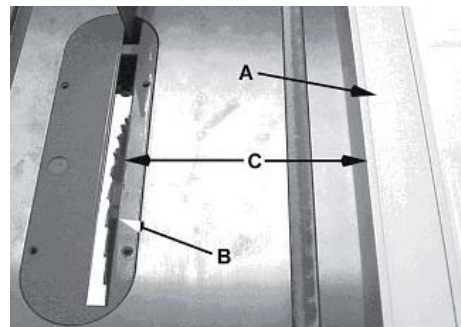

Рис. 29
- Параллельный упор (A, Рис. 29) должен быть установлен по ширине распила (C, Рис. 29), используя шкалу передней планки или измерив расстояние между пильным диском (B) и упором (A).